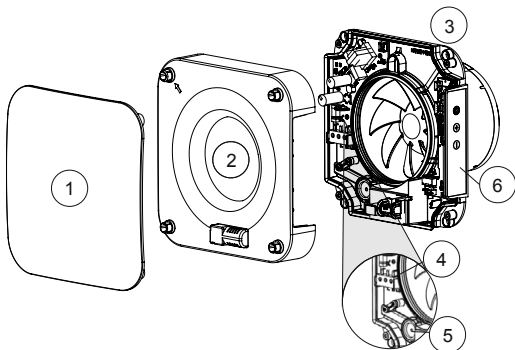
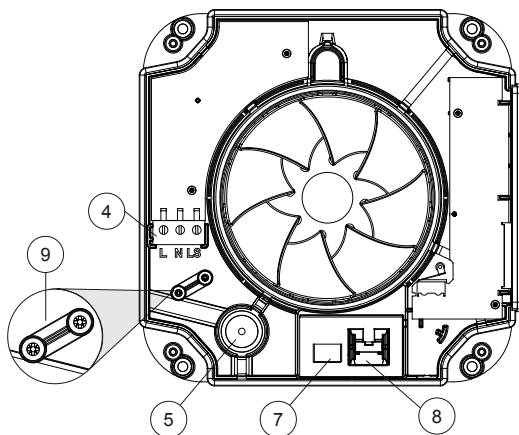
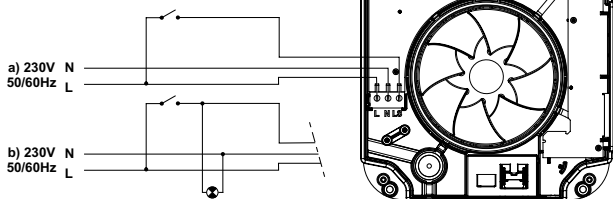

Fig. 1
Fig. 2
Fig. 6
IMPORTANTE: Los cables de alimentación han de pasar por el pasacables y el sistema de retención según las indicaciones 5 y 9 de la Fig. 2. La sección del cable alimentación mínima debe ser de 0,5 mm². La conexión se debe hacer con dos hilos o tres hilos para forzar el encendido del producto a través del Ls, según muestran las Fig 6 y 7, en función de la versión.
Detalle piezas según Fig 1 y Fig 2:
- **Versión ST:** Dispone de varios modos de funcionamiento para velocidad lenta o rápida y un temporizador. La versión ST se tiene que conectar según muestra la Fig. 6. con tres hilos para poder pasar de velocidad baja a velocidad alta (mediante interruptor externo y Ls).